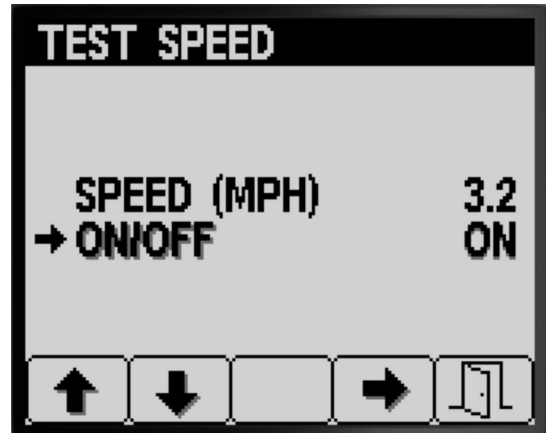

Bild 72
5. Drücken Sie Taste 2, um auf die Option ON/OFF zu navigieren (Bild 72).
6. Drücken Sie die Taste 4, um die Simulation der Testgeschwindigkeit auf ON oder OFF zu stellen (Bild 72).
7. Drücken Sie Taste 5, um die Einstellungen zu speichern, den Bildschirm TESTGESCHWINDIGKEIT zu beenden und auf den Bildschirm KALIBRIERUNG-Bildschirm zu gehen (Bild 72).